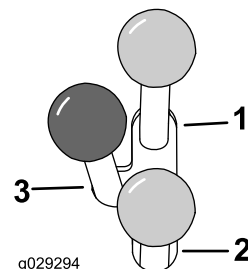

Figura 13
- Para accionar un accesorio hidráulico hacia adelante, mueva hacia adelante la palanca hidráulica auxiliar (Figura 13).
- Para accionar un accesorio hidráulico en sentido inverso, mueva hacia atrás la palanca hidráulica auxiliar (Figura 13).
Nota: Si usted suelta la palanca cuando ésta está en posición HACIA ADELANTE o HACIA ATRÁS, la palanca volverá automáticamente a la posición de PUNTO MUERTO (Figura 13).